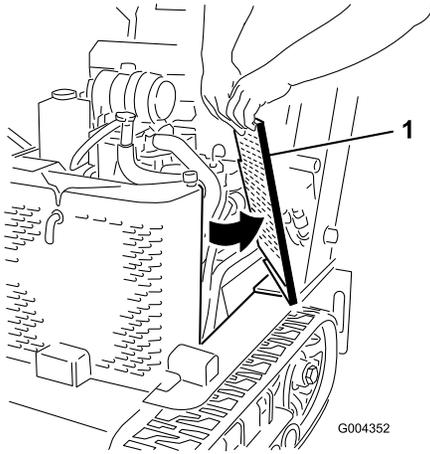

図 27
2. サイドスクリーンを上スライドさせて図 27 前スクリーンとフレームの-slotから外す。